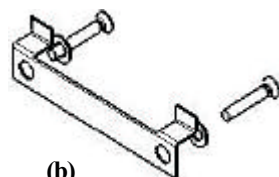

Abb.3
- g) Die Dunstabzugshaube in die Halterungen/Haken (Abb. 5) einhängen und mittels der Einstellungsschraube (Abb.3) die Ausrichtung vornehmen.